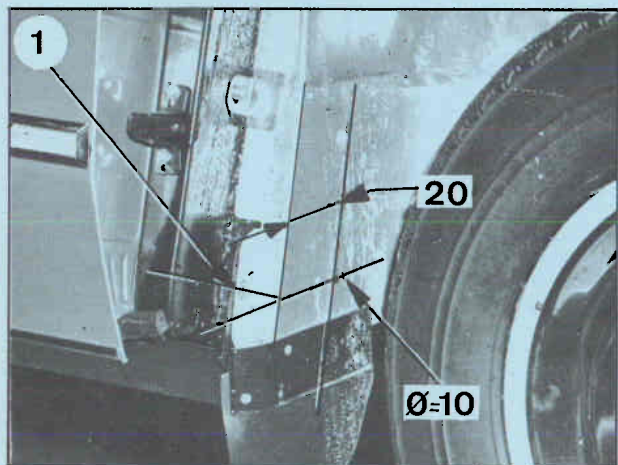

Fig. 4
- d) een gat in de beschermplaten (zie afb. 4) links en rechts waarachter zich de achterste hoogteregelaars bevinden, ter hoogte van het onderste boutje (1) waarmee deze platen op de achterste portierstijl zijn bevestigd.